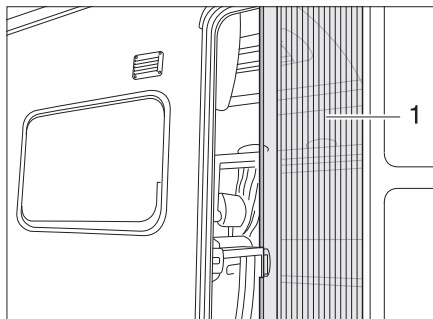

Fig. 25 Protezione contro gli insetti
- Apertura:** ■ Estrarre completamente la protezione contro gli insetti mediante la maniglia (Fig. 25,1).
- Chiusura:** ■ Far rientrare la protezione contro gli insetti mediante la maniglia (Fig. 25,1).